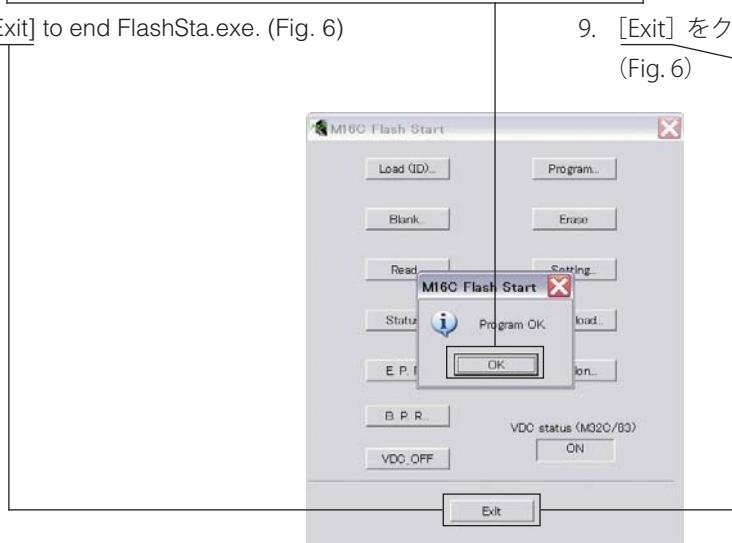

Fig. 6
8. When writing of the firmware is completed, the screen appears as shown below. (Fig. 6)
Click [OK]. (Fig. 6)
9. Click [Exit] to end FlashSta.exe. (Fig. 6)
8. ファームウェアの書き込みが完了すると、以下の画面が表示されます。 (Fig. 6)
[OK] をクリックします。 (Fig. 6)
(Fig. 6)